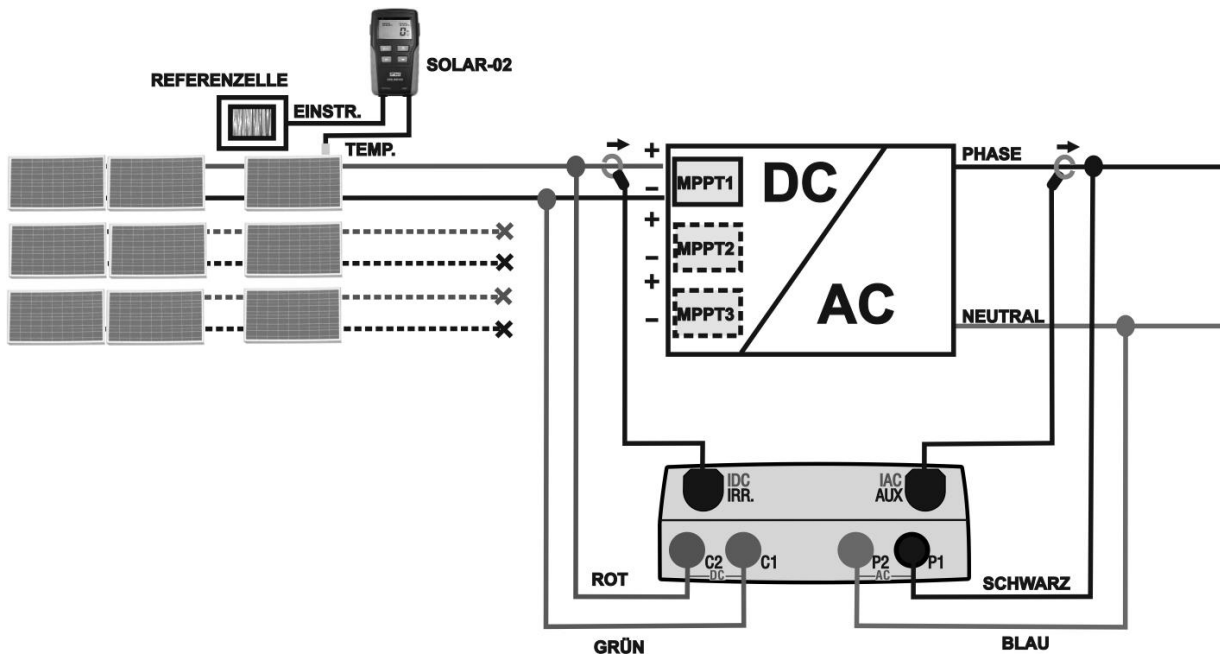

Abb. 4: Messgerätanschluss zur Prüfung von einphasigen PV Anlagen
5. Falls die Wechselrichter mehrere MPPT Lastregler besitzen, darf nur **der erste String am MPPT angeschlossen bleiben** (siehe Abb. 4). Anschließend werden die nachstehend beschriebenen Tätigkeiten einzeln nacheinander nur mit der am zweiten, dritten, vierten, usw. Lastregler angeschlossenen Strings wiederholt.
11. Schließen Sie die AC Strommesszange des ersten MPPT am Phasenleiter L1 **unter BeVORSICHT der Pfeilrichtung** an (siehe Abb. 4). Bringen Sie die AC Stromzangenbacken soweit wie möglich vom Wechselrichter entfernt an und achten Sie darauf, dass deren Backen nicht den Nullleiter berühren. Schließen Sie den Ausgangstecker der Strommesszange an den Messgeräteingang **IAC** an.